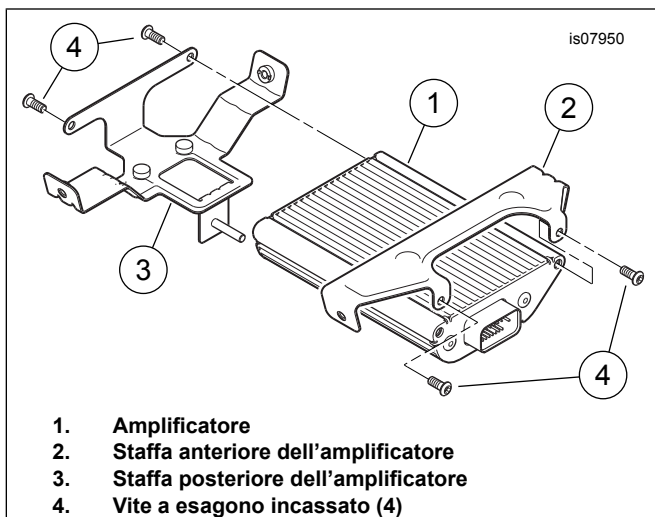

Figura 1. Passacavi
2. Vedere Figura 1. Rimuovere il coperchio del passacavi.